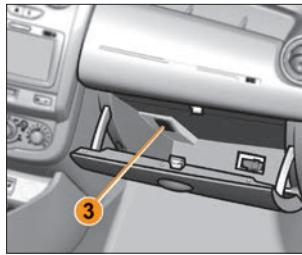

Рис. 4.5.3. Плафон освещения
*В варианте исполнении* вещевой ящик освещается плафоном 3 (рис. 4.5.3).